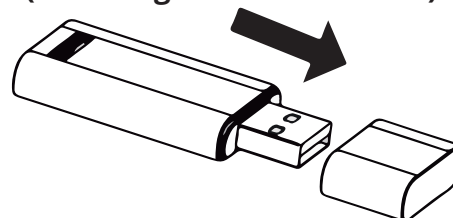

Figure 7.7
1. Retirez le capuchon de protection du module sans fil (**voir la figure 7.7** ci-dessous).